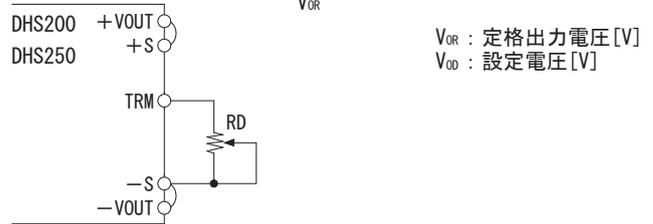

図3.7 出力電圧を低く設定する場合 (DHS200/250)
(2) 出力電圧を低く設定する場合
■図3.7のように接続することで、出力電圧を低く設定することができます。外付け抵抗RDは、次の式によって計算できます。